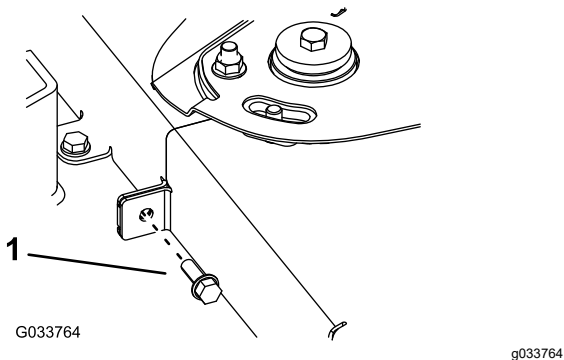

Bild 70
6. Entfernen Sie die Schraube, die die zwei Riemenabdeckungen verbindet (Bild 70).
11. Setzen Sie die Schraube ein, um die zwei Riemenabdeckungen zu verbinden (Bild 70).